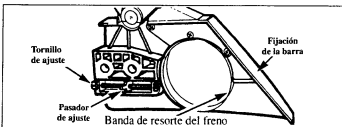

Figura 10
- Girar el tornillo de ajuste (Figura 10 y 13) en sentido contrahorario para mover el pasador de ajuste (Figura 10) casi hasta donde tope en la parte trasera.